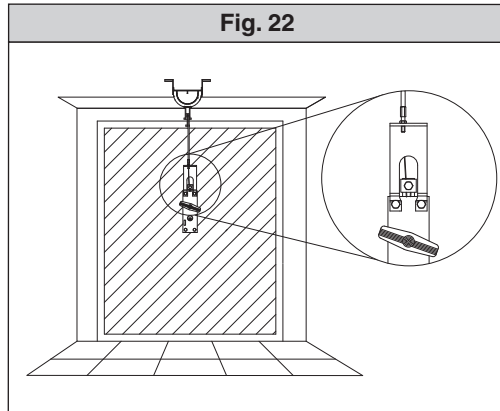

Fig. 22
- SM1** Desbloqueio externo a ser aplicado ao espigão de cremona existente da porta basculante (**fig.22**).